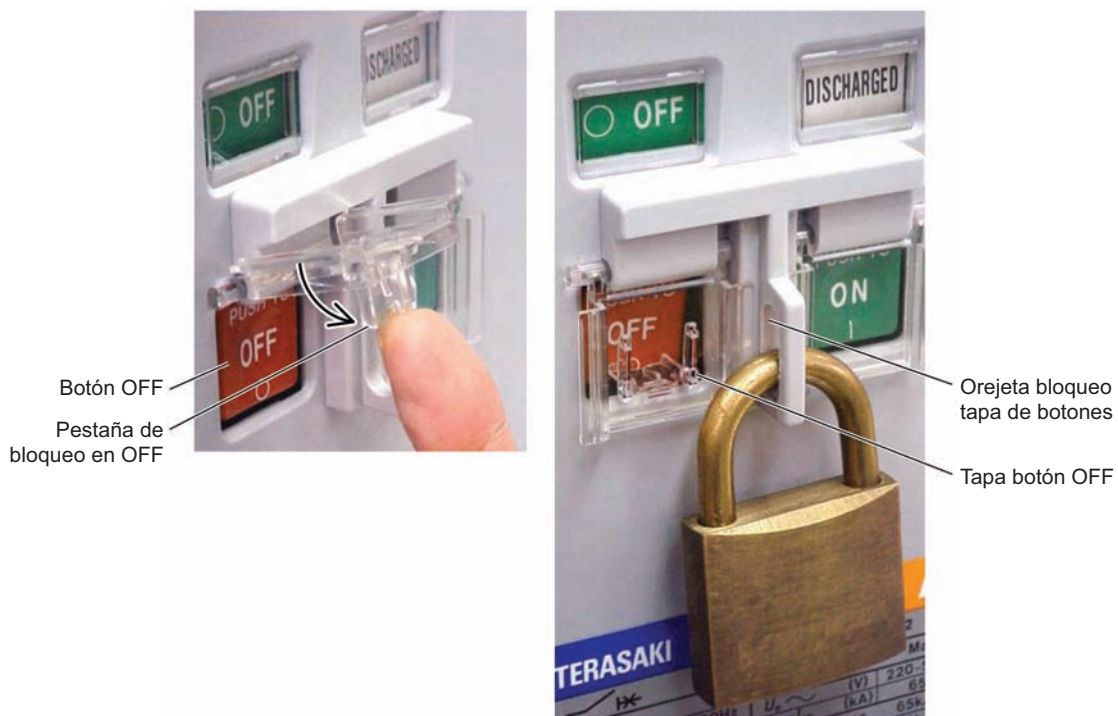

Fig. 33 Bloqueo del botón OFF
1. Abra la tapa del botón OFF como se indica en la Fig. 33.
3. Bloquee la tapa con un candado que posea un arco de $\varnothing 6$ mm (se pueden utilizar hasta 3 candados) como se muestra en la Fig. 33. El botón OFF está oprimido y bloqueado, lo que inhabilita el botón ON.